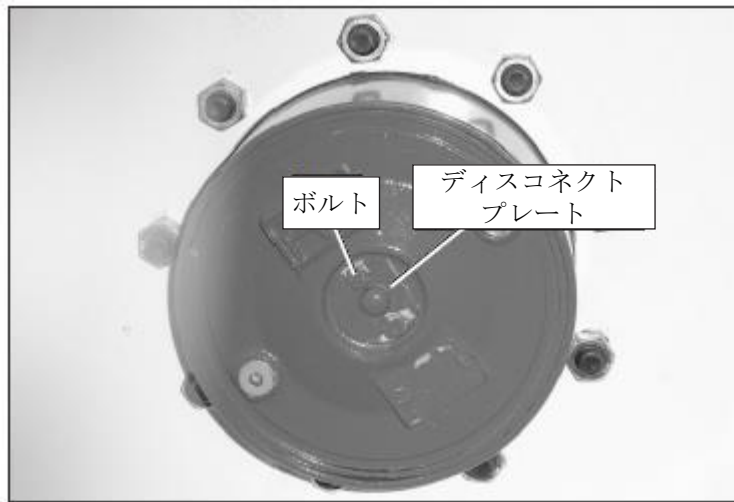

図 9.3 - 駆動輪
6. 各駆動輪のところにあるディスクネクトプレートから 2 本のボルトを外します（図 9.3 を参照）。突起部が内側を向くようにプレートを裏返します。2 本のボルトを元どおり取り付けます。
8. 各駆動輪の2本のボルトを外し、図 9.3 のようにプレートを元の位置に戻します。